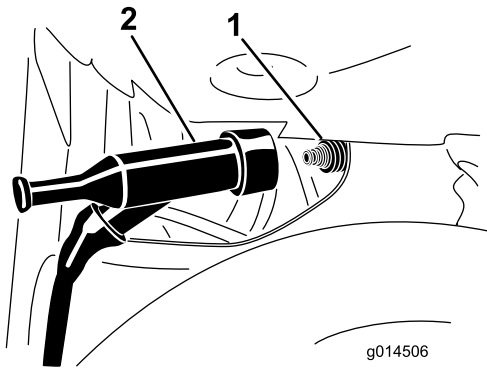

Figura 47
- Desconecte el cable de la bujía del terminal de la bujía (Figura 47).
4. Conecte el cable de la bujía a presión en el terminal de la bujía (Figura 47).